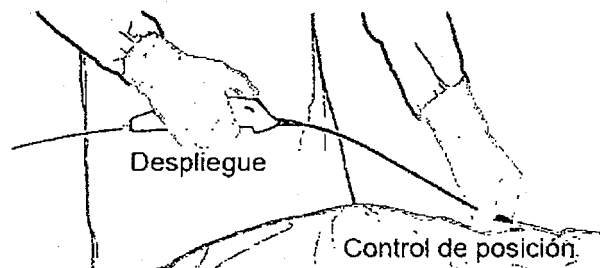

Figura 2. Colocación de las manos para el despliegue del stent
7. Mientras sujeta el dispositivo con una mano, sujete y coloque suavemente la vaina de aislamiento en la válvula hemostática con la otra mano (consulte la Figura 2). No apriete la vaina replegable durante el despliegue.